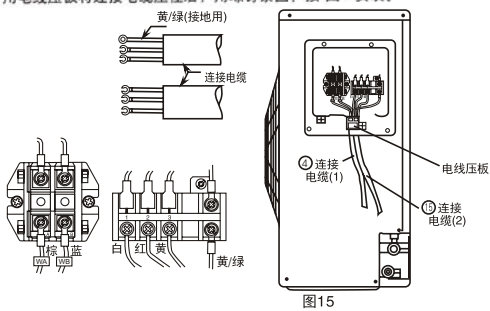

图15
- (1) 把连接电缆按电气接线图所示正确地牢固连接。(紧固力为0.8-1.5N·m)
(2) 用电线压板将连接电缆压住后, 用螺钉紧固, 按图15安装。